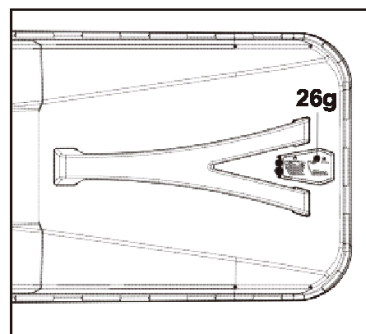

Рис. 15
2. Если лючок (26g) закрыт, значит травосборник (26) переполнен, его нужно опорожнить (рис. 15).